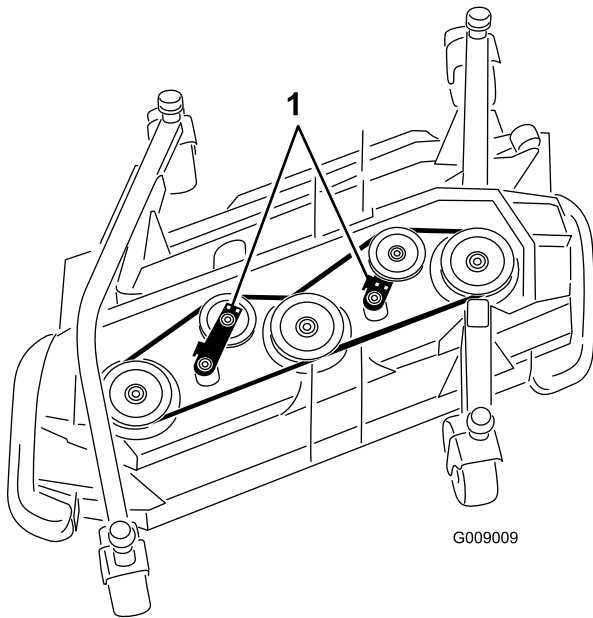

Figure 127
5. À l'aide d'une clé à cliquet ou d'un outil similaire, éloignez les poulies de tension de la courroie d'entraînement pour détendre cette dernière et pouvoir la déchausser des poulies (Figure 127).